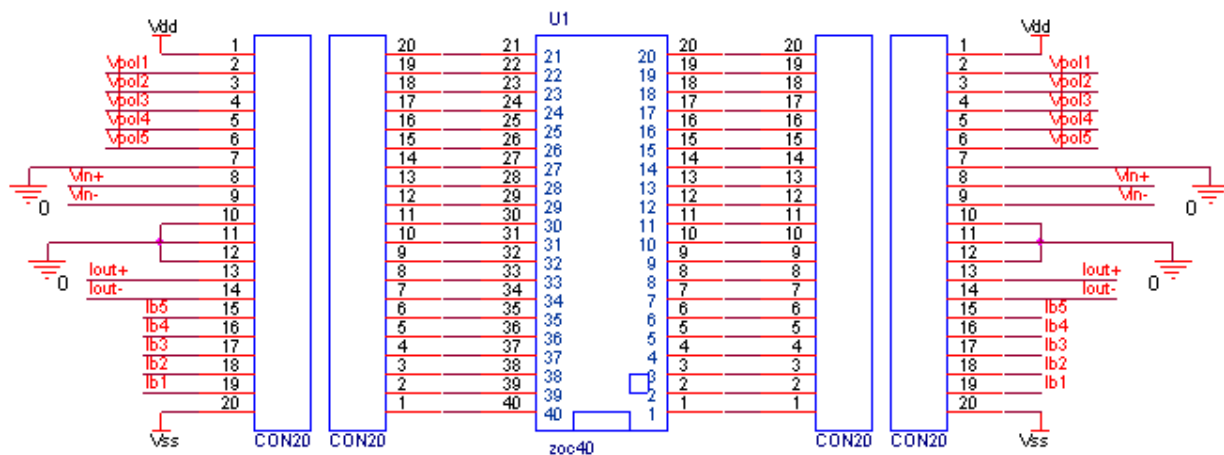

Figura 1.2
- **Conexiones al zócalo del transconductor.** Como la distribución de las entradas y salidas del transconductor entre los 40 pines del chip está indefinida, optamos por colocar dos filas de 20 contactos a cada lado del zócalo: a una de ellas llegan las pistas del PCB y la otra está unida pin a pin con los 20 contactos del lado en cuestión del zócalo. El esquemático de estas conexiones y la imagen correspondiente del PCB se muestran en la figura 1.2 y 1.3 respectivamente.
Como el número total de conexiones que tenemos que realizar con el zócalo es menor que 20, vamos a duplicarlas, de modo que tengamos todas ellas disponibles a los dos lados del chip, tal como aparece en la figura 1.2. Utilizaremos cables para puentear las filas de 20 contactos como corresponda, según el transconductor que estemos midiendo.